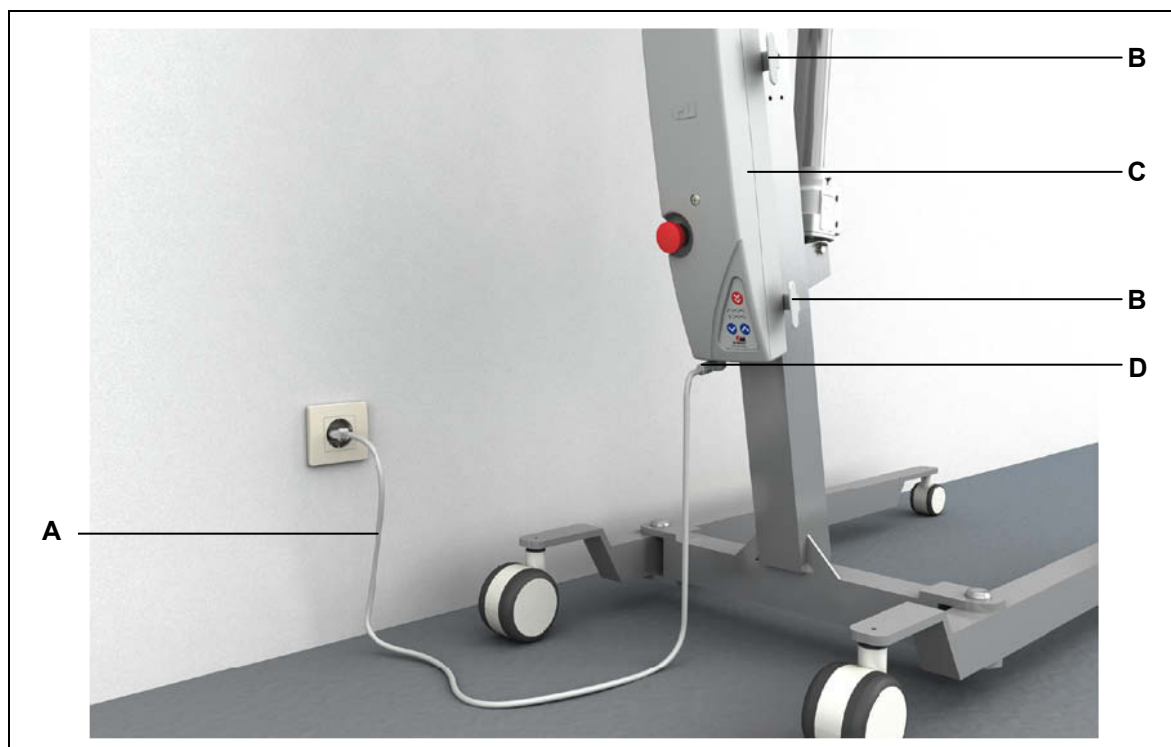
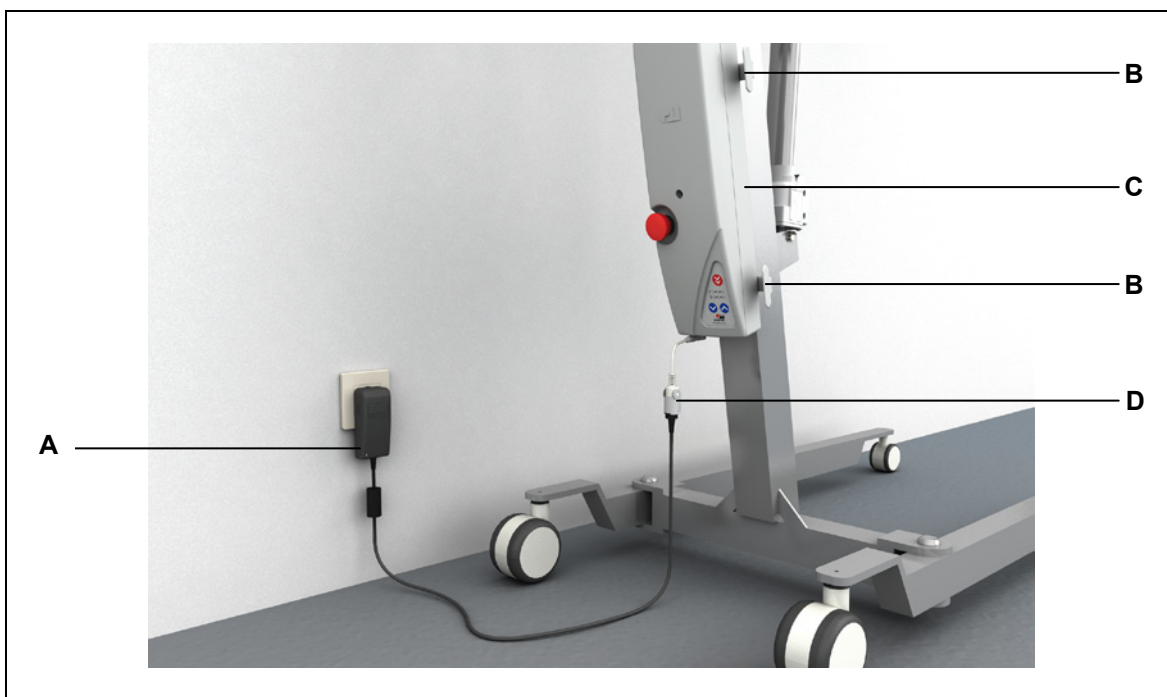

Abbildung 13 Laden der ACCUCONTROL (Variante Netzanschlussleitung)
Abbildung 14 Laden der ACCUCONTROL mit PLUG-IN CHARGER
- Laden Sie die *ACCUCONTROL* nur wie in Abbildung 13 oder Abbildung 14 (Seite 32 und 33) gezeigt.
- 4** Schließen Sie den PLUG-IN CHARGER an die Anschlussleitung mit Verriegelungskappe (**D**), wie in Abbildung 14 gezeigt.